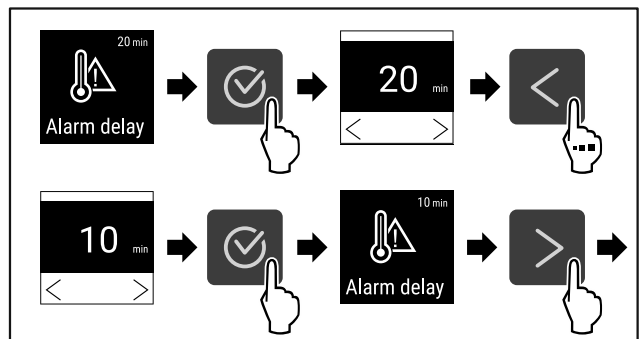

Fig. 100
- ▶ Изпълнете стъпките (виж Fig. 100).